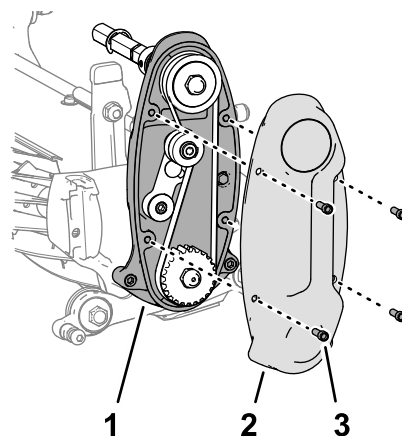

Bild 18
5. Befestigen Sie die Abdeckung am Gehäuse des Spindelantriebs (Bild 18) mit den vier Innensechskantschrauben (1/4" x 3/4").